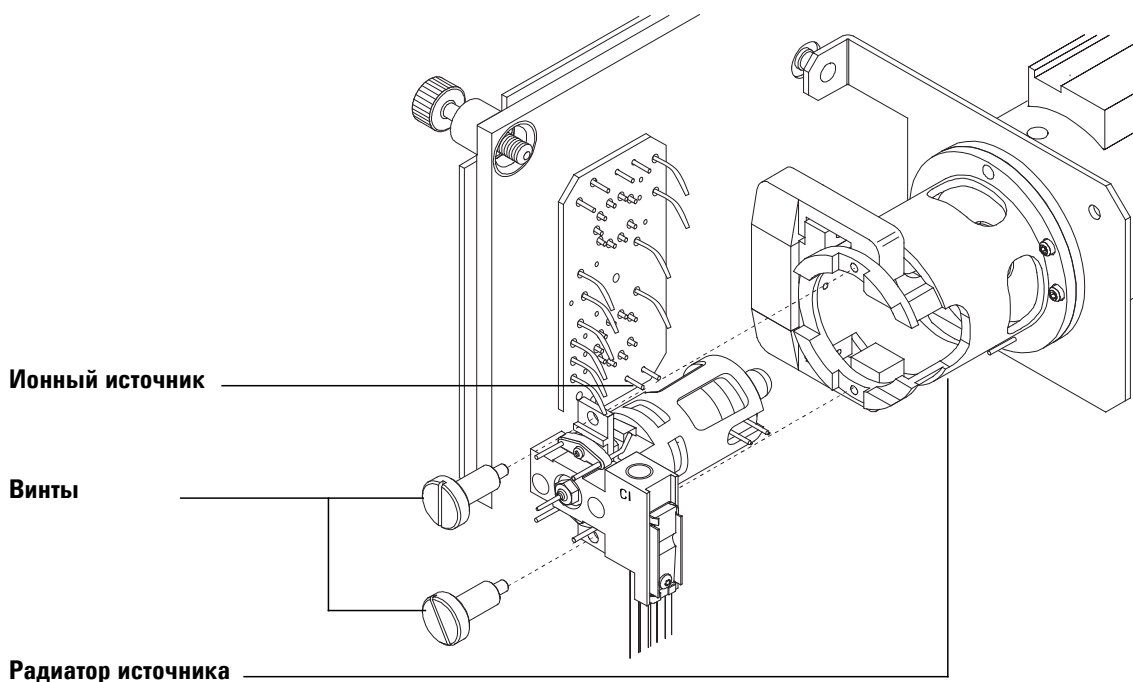

Рис. 31 Установка ионного источника ХИ
- 4 Закрутите винты (Рис. 31).